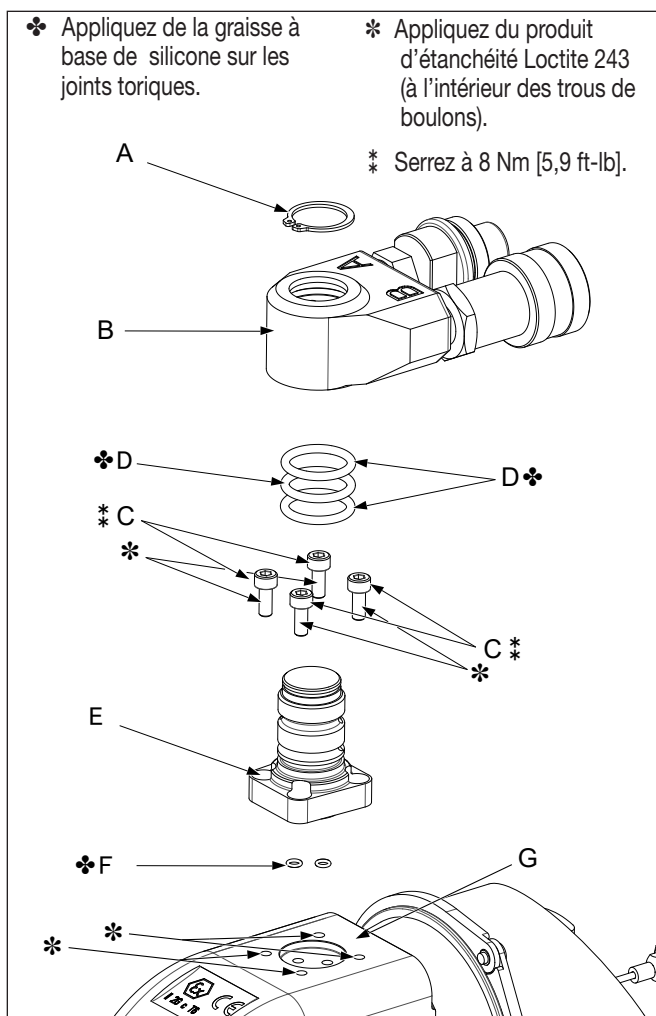

Figure 11 : potelet de raccord tournant et montage du raccord tournant y
7.2.1 Montage du raccord tournant hydraulique (figures 11 et 12)
1. Appliquez une petite quantité de frein à filet Loctite 243 sur les orifices de montage filetés du boîtier de la clé. Reportez-vous à la figure 11 pour les emplacements.
2. Installez deux joints toriques neufs (F) dans les orifices situés à la base du potelet de raccord tournant (E).
3. Placez le potelet de raccord tournant (E) sur la clé (G) en veillant à ce que les orifices hydrauliques soient alignés. Veillez à ce que les joints toriques (F) ne tombent pas et ne soient ni coincés, ni coupés.
4. Installez les vis creuses dégraissées (D) et serrez à 5,1 Nm [3,7 ft lb].